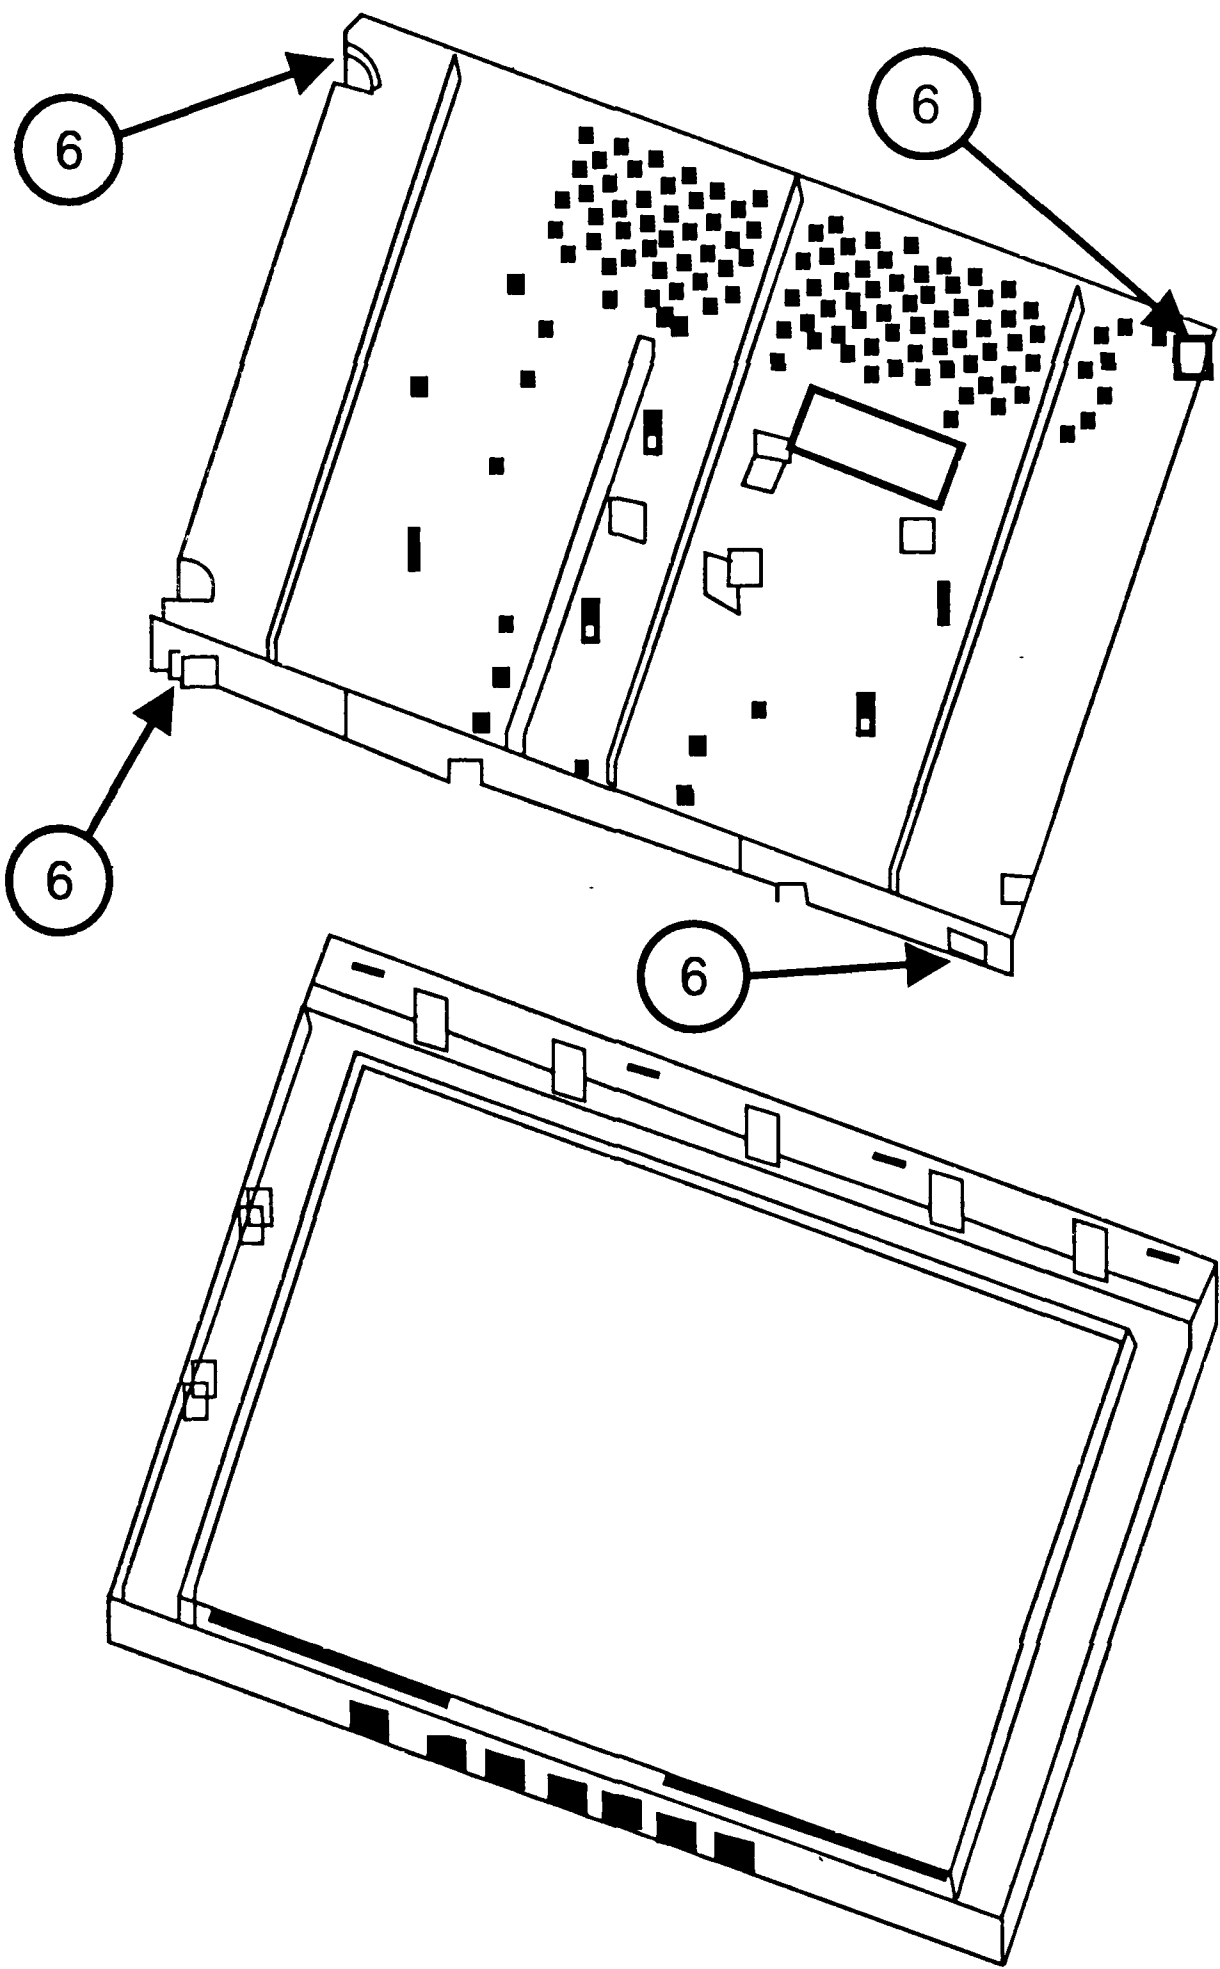

Рис. 2.5
7. Выкручивают четыре винта 6 (рис. 2.5) и снимают модуль LCD-панели.